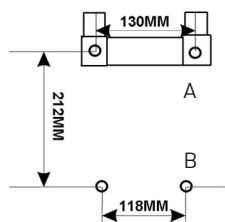

Figura 1
- Segnare la posizione dei 2 fori (A) usando il supporto di montaggio ad un'altezza di cm 110 / 120 dal pavimento;
- Praticare altri 2 fori (B) ad una distanza come da figura 1;
- Fissare il prodotto al muro con viti in dotazione nei fori (B);